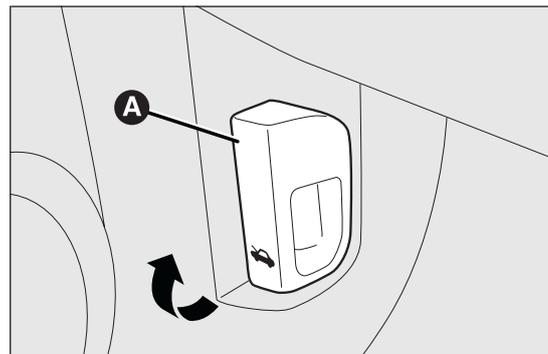

fig. 84
- tirare la leva A fig. 84 nel senso indicato dalla freccia;